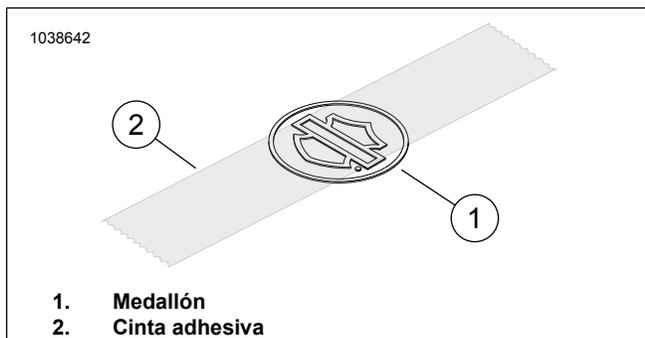

Figura 2. Aplique cinta en el medallón
2. Figura 2 Coloque un trozo de cinta adhesiva de tres pulgadas (2) (7.6 cm) centrado sobre la barra y el escudo del medallón (1).
4. Figura 2 Coloque el medallón en la pieza de soporte.